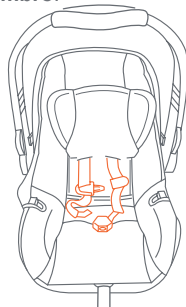

Fig. 39-1
3. Coloque la Silla de Seguridad sobre una superficie firme y nivelada. Mueva el asa de transporte a la posición de no balanceo. Afloje las Correas del arnés tirando de las correas mientras presiona el Botón de ajuste del arnés ubicado debajo de la almohadilla justo en frente de la hebilla. Desabroche el Broche del pecho del arnés. Desabroche las Correas del arnés y colóquelas sobre el respaldo de la silla o a los lados de la Silla de Seguridad (Fig. 39-1).